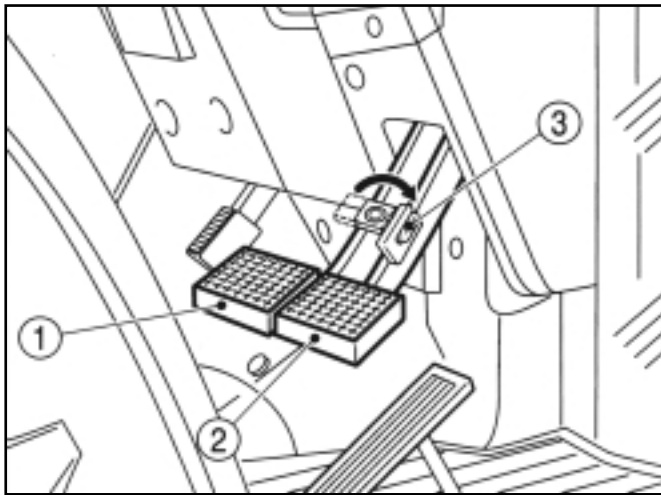

FIG. 42 / ABB. 42 / FIG. 42
Les pédales de frein (Fig. 42) peuvent être utilisées indépendamment pour aider à faire tourner le tracteur à une vitesse lente. Déconnectez les pédales de frein et utilisez-les selon les besoins lorsque vous tournez.
Quand le tracteur roule à vitesse élevée, les pédales de frein doivent être interconnectées à l'aide de l'attache (3) dans la Fig. 42, de sorte que les deux freins fonctionnent en même temps.
Die Bremspedale (1 und 2) in Abb. 42 können getrennt gedrückt werden, um die jeweiligen Bremsen separat zu betätigen. Damit kann bei niedriger Geschwindigkeit auf engerem Platz gewendet werden.
Für höhere Geschwindigkeit und Straßenfahrt müssen die Bremspedale auf jeden Fall durch den Riegel (3) gemäß Abb. 42 miteinander verbunden werden. Nur so wirken die Bremsen auf beiden Seiten gleichzeitig und gleichmäßig.
U kunt de rempedalen (1 en 2) in Fig. 42 onafhankelijk van elkaar gebruiken om de respectievelijke remmen te bedienen en zo het korter draaien bij lage snelheden mogelijk te maken. Maak de rempedalen van elkaar los en gebruik ze zoals vereist om het korter draaien mogelijk te maken.
Wanneer u de tractor bij hogere snelheden bestuurt, maakt u de rempedalen met het klemplaatje (3) in Fig.42 aan elkaar vast zodat u beide rempedalen steeds tegelijkertijd gebruikt.